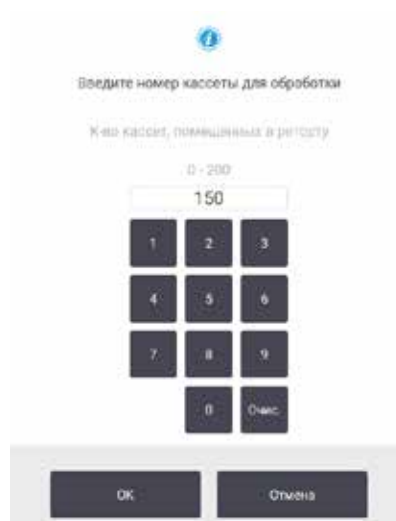

Рис. 40
10. Появится диалоговое окно (→ Рис. 40), в котором необходимо ввести количество кассет, находящихся в реторте.